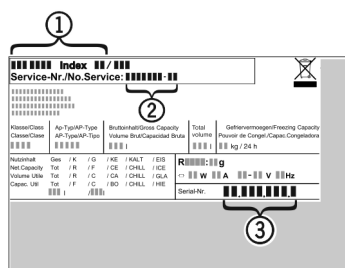

Fig. 15
- ▶ Apparaataanduiding Fig. 15 (1), servicenr. Fig. 15 (2) en serienr. Fig. 15 (3) van het typeplaatje aflezen. Het typeplaatje bevindt zich aan de linkerkant binnen in het apparaat.
- ▶ Contact opnemen met de Technische Dienst en het probleem, apparaataanduiding Fig. 15 (1), servicenr. Fig. 15 (2) en serienr. Fig. 15 (3) mededelen.